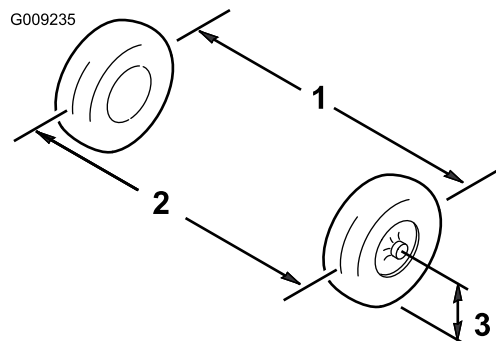

Figure 55
1. Mesurez la distance entre les roues avant à hauteur d'essieu, à l'avant et à l'arrière des roues (Figure 55).